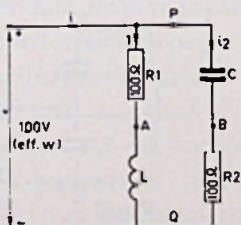

Fig. 3 1252-3
- De schakeling van fig. 3 wordt aangesloten op een spanningsbron met